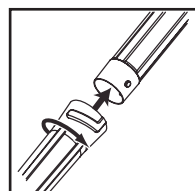

Fig. 02
3. Gire o tubo inferior no sentido horário até travar (Fig. 02).